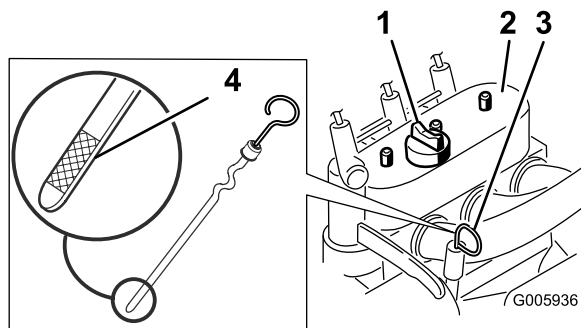

図 14
4. ディップスティック（図 14）の周囲をきれいに拭く。
5. ディップスティックを抜き、先端の金属部分（図 14）をウェスできれいに拭く。
6. ディップスティックを補給管の中しっかりと差し込む（図 14）。
8. 油量が少なければ、オイル・フィルタのキャップの周囲をきれいに拭き、キャップを外す（図 14）。